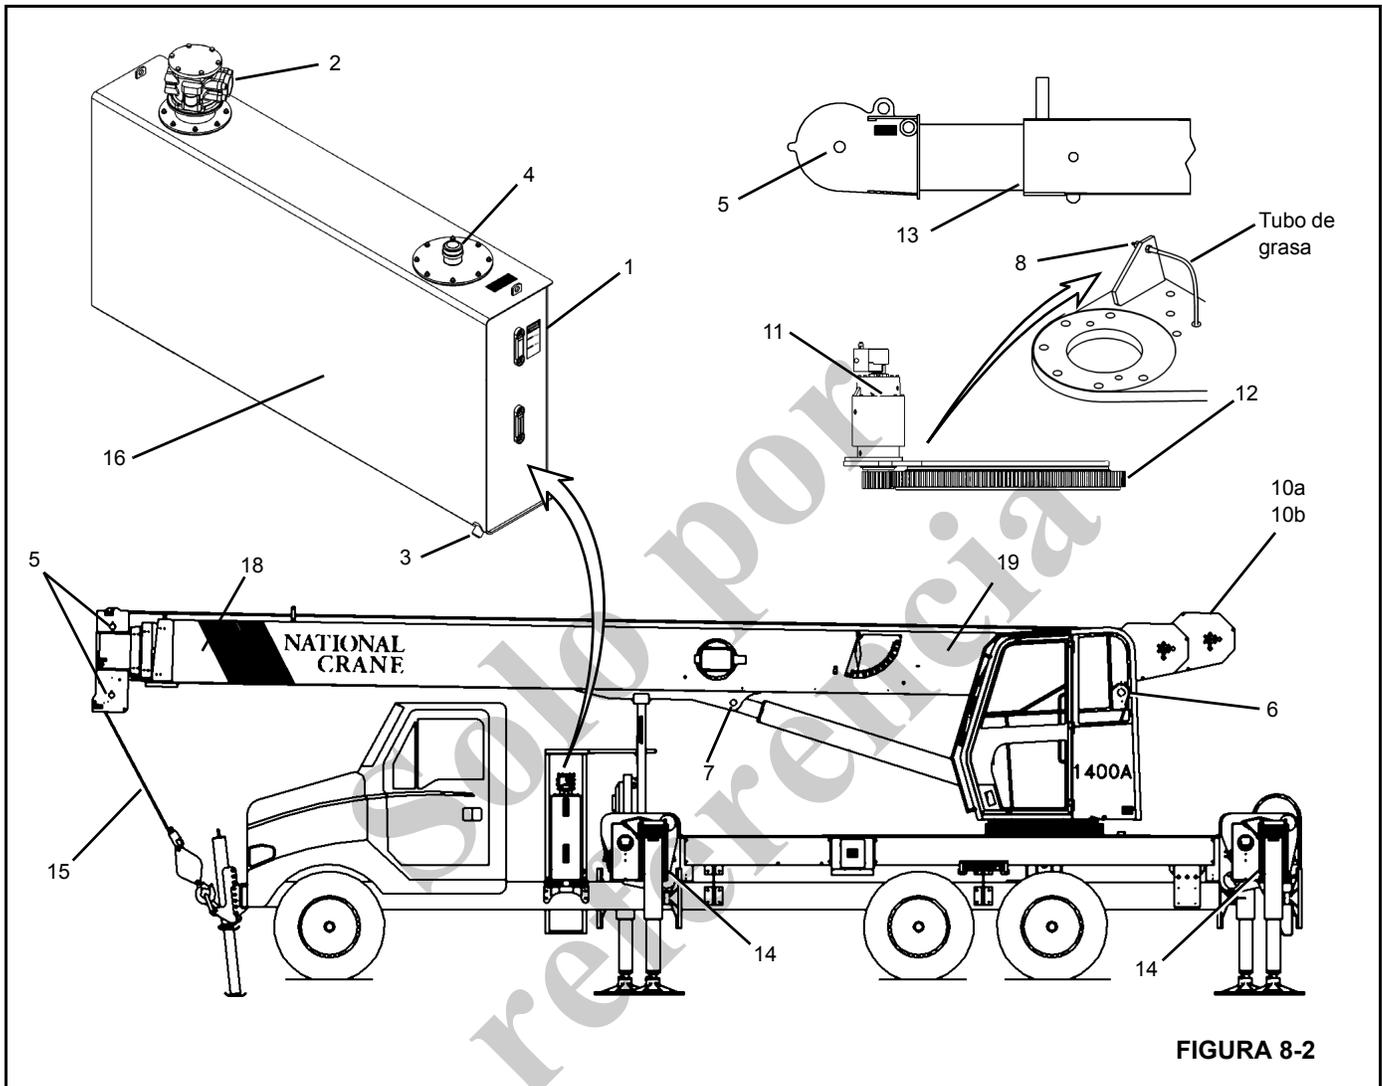

FIGURA 8-2
A continuación se describen los puntos de lubricación, así como el tipo de lubricante, el intervalo de lubricación, la cantidad de lubricante y la aplicación de cada uno de estos. Cada punto de lubricación está numerado y este número corresponde al número del índice mostrado en la tabla de lubricación (Figura 8-2). La descripción de los lubricantes y de los símbolos se halla en las tablas siguientes.
- Lubrique el pasador de las poleas de cable de extensión (18, Figura 8-2) hasta que salga una cantidad pequeña de grasa del pasador. Desde la parte delantera de la pluma, mire a través de la caja de la polea al pasador para determinar la cantidad de grasa.